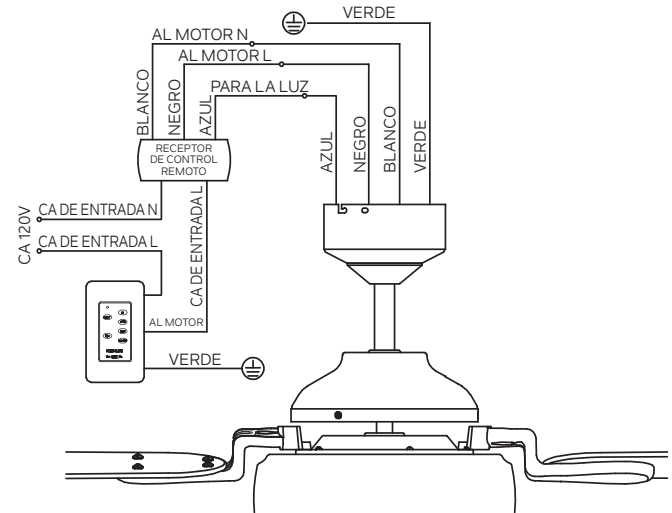

Figura 16
**Paso 2.** Conexiones eléctricas del motor al receptor: (Figura 16) Conecte el cable negro del ventilador al cable negro marcado “AL MOTOR L” (to motor l) del receptor. Conecte el cable blanco del ventilador al cable blanco marcado “AL MOTOR N” (to motor n) del receptor. Conecte el cable azul del ventilador al cable azul marcado “PARA LA LUZ” (for light) del receptor. Fije todas las conexiones de cables con las tuercas de cable de plástico provistos.
**Paso 3.** (Figura 16) Cables de suministro del receptor a la casa Conexiones eléctricas: Conecte el cable negro (vivo) del techo al cable negro marcado “CA DE ENTRADA L” del receptor. Conecte el cable blanco (neutro) del techo al cable blanco marcado “CA DE ENTRADA N” del receptor. Fije las conexiones de cables con las tuercas de cable de plástico provistos.
**Paso 4.** (Figura 16) Si su caja de salida tiene un cable de tierra (de cobre verde o desnudo) conéctelo a los cables de tierra del ventilador; de lo contrario, conecte el cable de tierra del soporte colgante al soporte de montaje. Fije la conexión del cable con una tuerca de plástico proporcionada. Después de conectar los cables, sepárelos de modo que los cables verde y blanco estén en un lado de la caja de salida y los cables negro y azul en el otro lado. Introduzca con cuidado las conexiones de cables en la caja de salida.